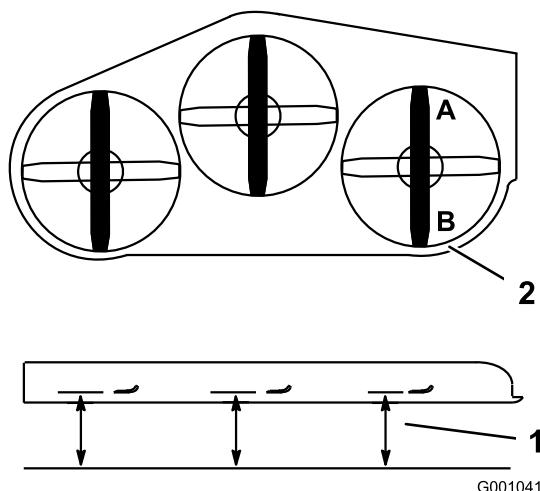

Figura 58
1. Coloque la cuchilla derecha en posición longitudinal (Figura 58).
2. Mida la cuchilla derecha en la posición **A** desde una superficie nivelada hasta el filo de corte del extremo de la cuchilla (Figura 58).
4. Mida la cuchilla derecha en la posición **B** desde una superficie nivelada hasta el filo de corte del extremo de la cuchilla (Figura 58).
6. La cuchilla del cortacésped debe estar entre 6 y 10 mm (1/4–3/8 pulg.) más baja en la posición **A** que en la posición **B** (Figura 58). Si no es correcta la distancia, continúe con los pasos siguientes.